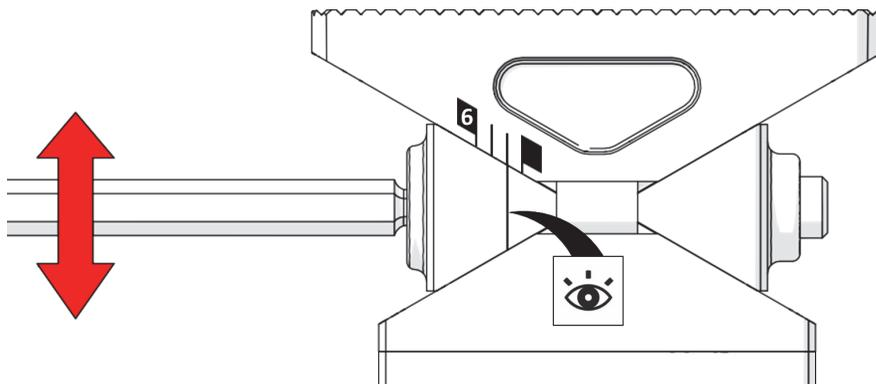

图1-19 与刻度标记对齐
2. 将所有4个支脚调整到适当的刻度标记处，以便将环形带牢固地安装在管道上（参见第38页的图1-19）。确保所有4个支脚都对准相同的刻度标记。